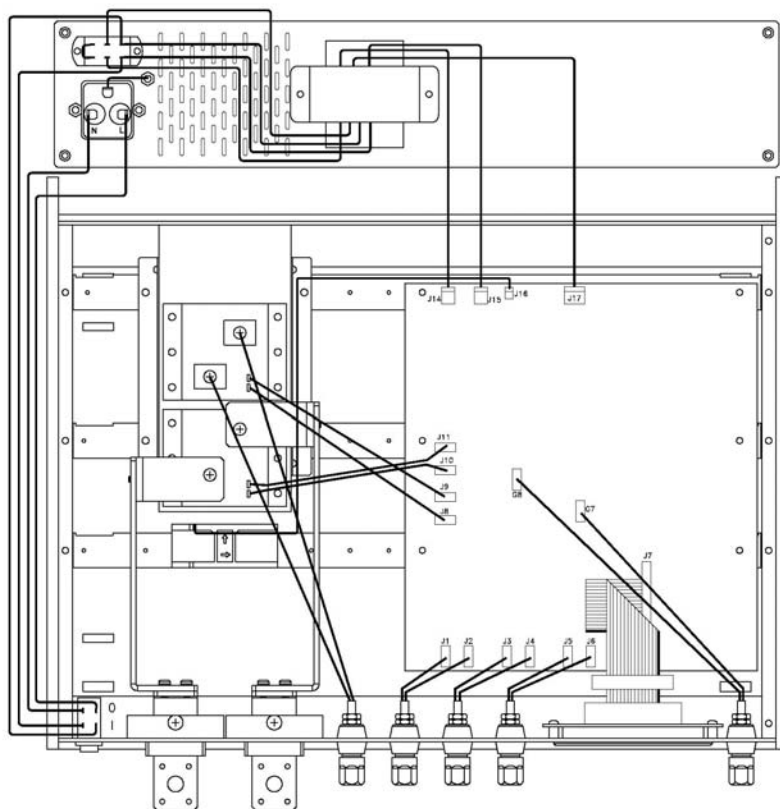

图 4.1 电位器分布图
7550A 需及时进行校正，校正周期最好由用户自行确定。为进行校正调节，需拧掉四个镙丝，拿掉仪器顶盖。可调电位器和参考位置如图 4.1 所示。有两个电路需要校正：分流器与 DAM，这些校正可以独立地完成。
- 1) 7550A 上的档位选择为 20mA，电流校正仪的电缆线连接到 7550A 的 20mA 档端子上，设定电流校正仪的输出为 20mA，然后调节 VR5（如图 4.1 示），直至数字式电压读数与电流校正仪输出相同。
- 2) 7550A 上的档位选择为 200mA，电流校正仪的电缆线连接到 7550A 的 200mA 档端子上，设定电流校正仪的输出为 200mA，然后调节 VR4（如图 4.1 示），直至数字式电压表的读数与电流校正仪输出相同。
- 3) 7550A 上的档位选择为 2A，电流校正仪的电缆线连接到 7550A 的 2A 档端子上，设定电流校正仪的输出为 2A，然后调节 VR1（如图 4.1 示），直至数字式电压表的读数与电流校正仪输出相同。
- 4) 7550A 上的档位选择为 20A，电流校正仪的电缆线连接到 7550A 的 20A 档端子上，设定电流校正仪的输出为 20A，然后调节 VR2（如图 4.1 示），直至数字式电压表的读数与电流校正仪输出相同。
- 5) 7550A 上的档位选择为 250A，使用高级大电流的 RP250G 大电流插头。将电流校正仪的电缆线连接到 7550A 的 250A 档端子上，设定电流校正仪的输出为 100A，然后调节 VR3（如图 4.1 示），直至数字式电压表的读数与电流校正仪输出相同。
拆卸 7550A 电流输入端子上的所有连接线，调节 VR7（如图 4.1 示），直至 7550A 面板上四位半数字式电流表的显示为 0.000mA。
电流校正仪电缆线连接到 20mA 档端子上，设定电流校正仪输出值为 40 mA，则数字式电压表的读数值为 400.00 mV，调节 VR11（如图 4.1 示），直至 7550A 面板上的四位半数字式电流表的读数值为 40.00 mA。
设定电流校正仪的输出值为 10.0 mA，则数字式电压表读数值为 100.00 mV，调节 VR6（如图 4.1 示），直至 7550A 面板上的四位半数字式电流表的读数值为 10.00 mA。
拆卸 7550A 电流输入端子上的所有连接线，调节 VR9（如图 4.1 示），直至 7550A 面板上四位半数字式电流表的显示为 0.000mA。
电流校正仪电缆线连接到 200mA 档端子上，设定电流校正仪输出值为 100 mA，则数字式电压表的读数值为 100.00 mV，调节 VR10（如图 4.1 示），直至 7550A 面板上的四位半数字式电流表的读数值为 100 mA。拆卸所有仪器，校正至此完成。